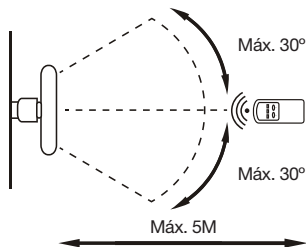

Imagen 5
1. La distancia entre el aparato y el mando a distancia no debe superar más de 5 metros (ver imagen 5).
2. Apuntar el mando a distancia hacia el aparato y asegurarse de que el ángulo es menor de 30° (ver imagen 5).